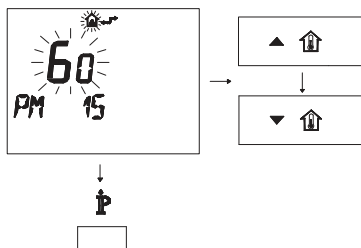

Рисунок 5.26
- Изменяйте заданное значение посредством кнопки ▲⏏ или ▼⏏ до появления заданного значения 60, подождите, пока заданная цифра не начнет мигать (Рисунок 5.26).